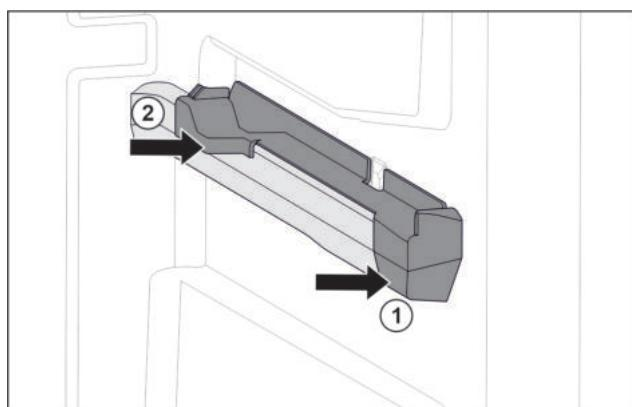

Fig. 40 Наставка върху дясното ребро на съда
- Поставете наставката отпред към реброто на съда. Fig. 40 (1)
- Притиснете наставката отзад. Fig. 40 (2)